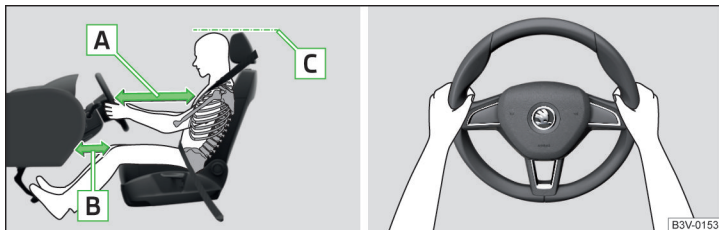

Fig. 23 Posición de asiento correcta del conductor / Sujeción correcta del volante
- ✓ Ajuste el asiento del conductor longitudinalmente de forma que la distancia de las piernas hasta el tablero de instrumentos en la zona del airbag de rodillas sea al menos de 10 cm » **fig. 23 - [B].**
- ✓ Ajustar el volante de tal modo, que la distancia entre el volante y el esternón sea, como mínimo, 25 cm » **fig. 23 [A].**
- ✓ Ajuste el reposacabezas de tal modo que el borde superior del mismo se encuentre a ser posible a la misma altura que la parte superior de su cabeza (no es válido para los asientos con reposacabezas integrado) » **fig. 23 - [C].**
- Durante la conducción, sujete el volante con ambas manos por el borde exterior de los lados en las posiciones de las "9" y "3" horas » **fig. 23.** No sujete nunca el volante en la posición de las "12 horas" o de cualquier otro modo (p. ej., en el centro o en el borde interior del volante, etc.). De lo contrario pueden suceder lesiones graves en los brazos, manos y cabeza en la activación del airbag.
- ✓ Ajuste el reposacabezas de tal modo que el borde superior del mismo se encuentre a ser posible a la misma altura que la parte superior de su cabeza » fig. 23 de la pág. 26 - **C** (no es válido para los asientos con reposacabezas integrado).
- ✓ Ajustar el reposacabezas de tal modo, que el borde superior del mismo se encuentre de ser posible a la misma altura que la parte superior de la cabeza » fig. 23 de la pág. 26 - .